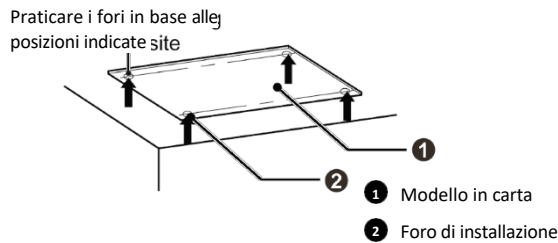
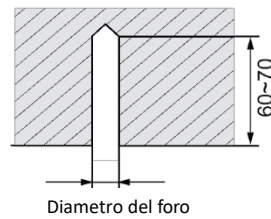

Fig. 4.1.2
Fig. 4.1.3
- 1) Incollare il cartoncino di riferimento sulla posizione di installazione; praticare 4 fori in base alla posizione dei fori sul cartoncino come indicato nella Fig. 4.1.2; il diametro del foro dipende dal diametro del bullone ad espansione e la profondità è compresa tra 60 e 70 mm, come indicato nella Fig. 4.1.3.